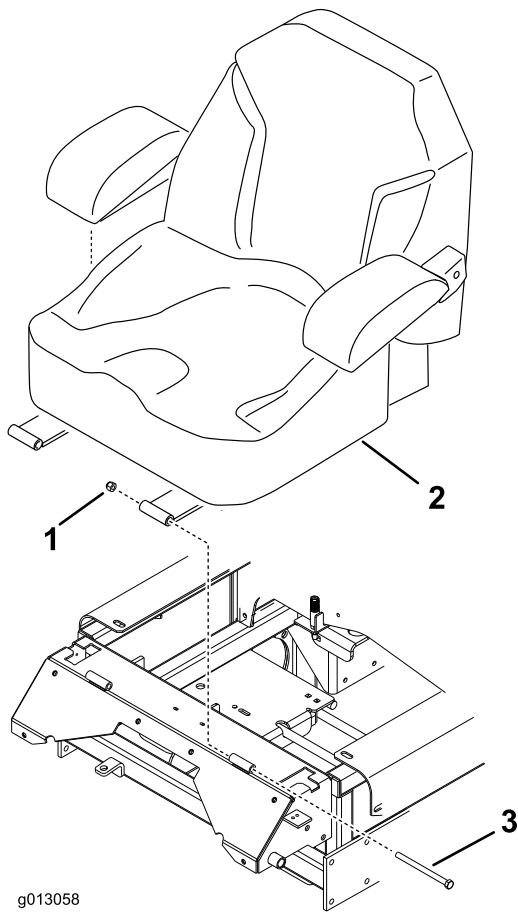

Figure 10
8. Montez le siège sur les charnières avec 2 boulons (3/8 x 5") et 2 contre-écrous (3/8 pouce) (Figure 10).